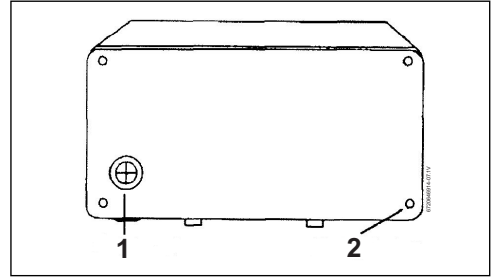

Fig. 17 Parte posterior de la unidad
- ▶ Si va por la parte posterior de la cubierta de la unidad, corte a través del ojal de la placa trasera con un cuchillo afilado. Asegúrese de no retirar la arandela de la placa posterior (Fig. 17):